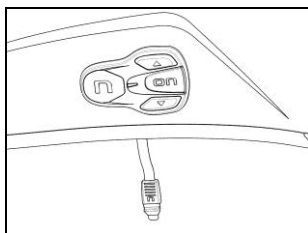

Fig. 5
- Incollare la tastiera sulla calotta e premere su tutta la superficie per ottenere la giusta adesione (Fig. 5).